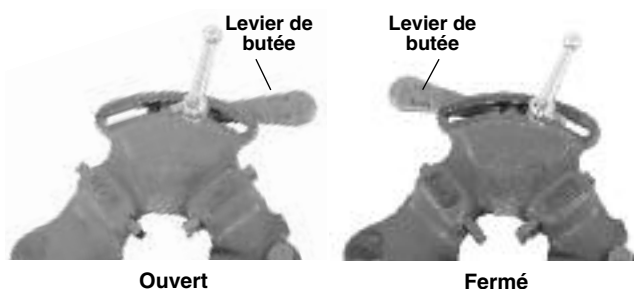

Figure 7 – Levier ouvert/fermé
2. Ouvrez le levier de butée (Figure 7).